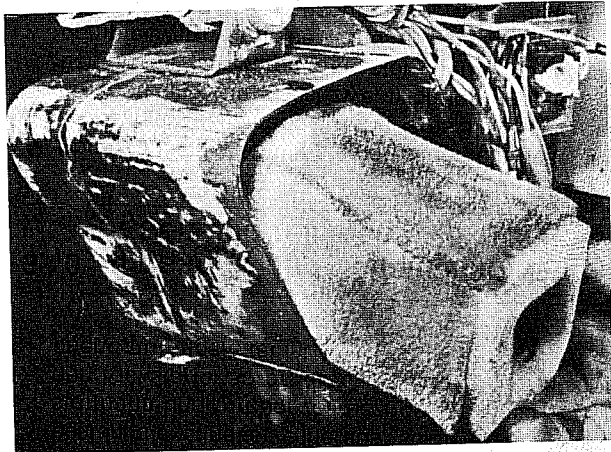

Bild 86
- Der Filtereinsatz sollte in einem beim Yamaha-Händler erhältlichen Spezialreiniger gründlich ausgewaschen werden. Falls dieser nicht verfügbar ist, kann Brennspritus genommen werden – *auf keinen Fall* Benzin oder ähnliche Lösungsmittel, weil diese den Schaumstoff auflösen. Filtereinsatz ausquetschen, bis er ziemlich trocken ist, und mit Motoröl 10W/30 tränken. Der Einsatz sollte zwar gänzlich ölgetränkt sein, doch nicht so, dass das Öl heraustropft (Bild 86).